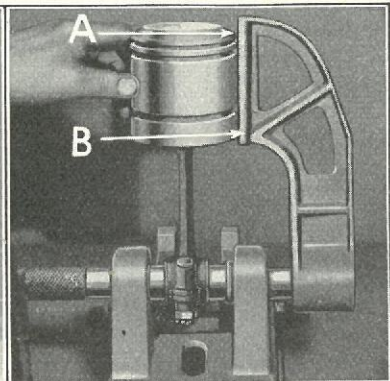

Fig. 249
- 420** Kontroller Stemplet med Plejlstangen ved at anbringe det i en Plejlstang- og Stempelafretter. Da Diameteren af Stemplet er en Hundrededel Tomme mindre ved Stemplets Top end forneden, skal der være et Spillerum af 5 Tusindedel Tomme imellem Stemplets Top og Apparats Plan ved Punkt »A« paa Fig. 249. Mellem det underste af Stempelkappen — paa Figuren Punkt »B« — og Apparats Plan maa der absolut intet Spillerum være. Hvis det er let bøjet eller vredet, rettes dette ved Hjælp af et Rettejern, som vist i Fig. 235, indtil det passer rigtigt ved Punkterne »A« og »B« (Fig. 249).